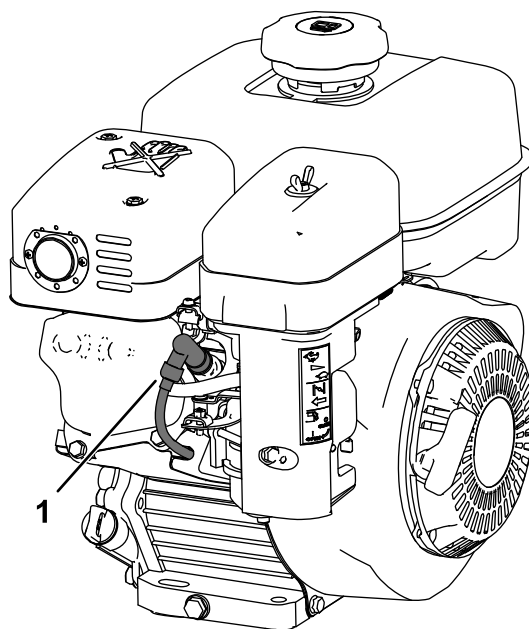

Figura 5
5. Desligue o fio da vela de ignição (Figura 5).